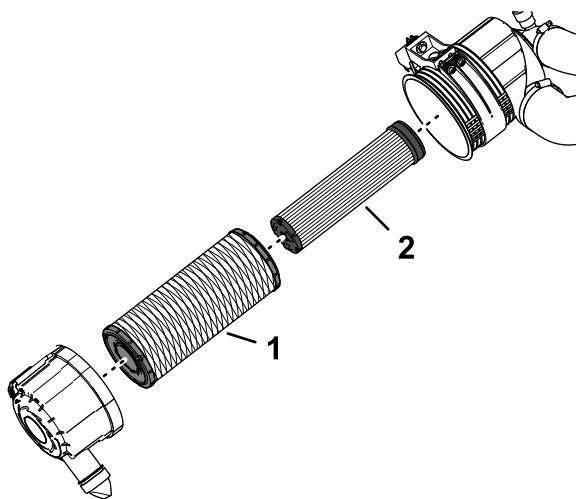

Bild 110
- Überprüfen Sie den Sicherheitsfiltereinsatz (Bild 110). Tauschen Sie das Element aus, wenn es verschmutzt ist.
Wichtig: Versuchen Sie nie, den Sicherheitsfilter zu reinigen (Bild 110). Tauschen Sie den Sicherheitsfilter bei jeder dritten Wartung des Hauptluftfilters aus.